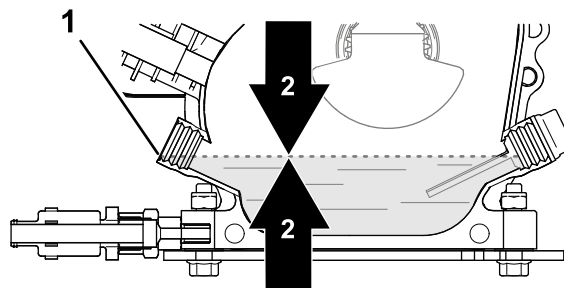

Figura 29
4. Controllate il livello dell'olio (Figura 29).